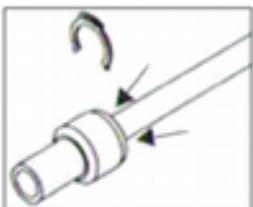

Рис. 2
- Дожать симметрично фланец быстроразъемного фитинга (рис.2).